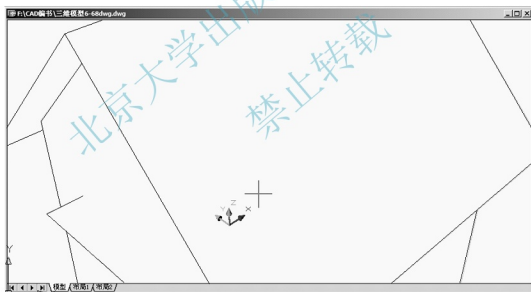

图 6.74 视点距离调整至“200000”的视图
- (4) 在**指定新的相机目标距离 <20.0000>**：提示下，输入“200000”，表示视点到目标对象的距离为 200000mm，结果如图 6.74 所示。